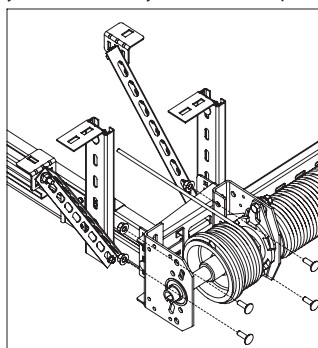

Рис. 26.5
- 2) Монтировать часть вала, устанавливаемую с левой стороны ворот (рис. 26.5).